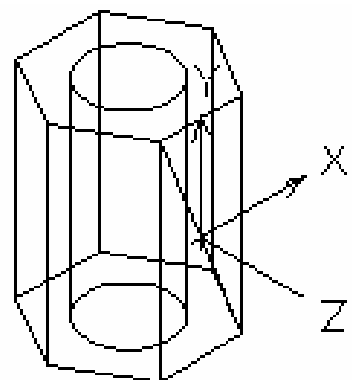

Рис. 4.7
14. Для построения контура выреза кнопкой  (X Axis Rotate UCS) панели ПСК (UCS) выполнить поворот на **90** градусов ПСК (UCS) вокруг оси X (значение угла поворота 90 градусов установлено по умолчанию – подтвердить, нажав **Enter**) – рис. 4.7.